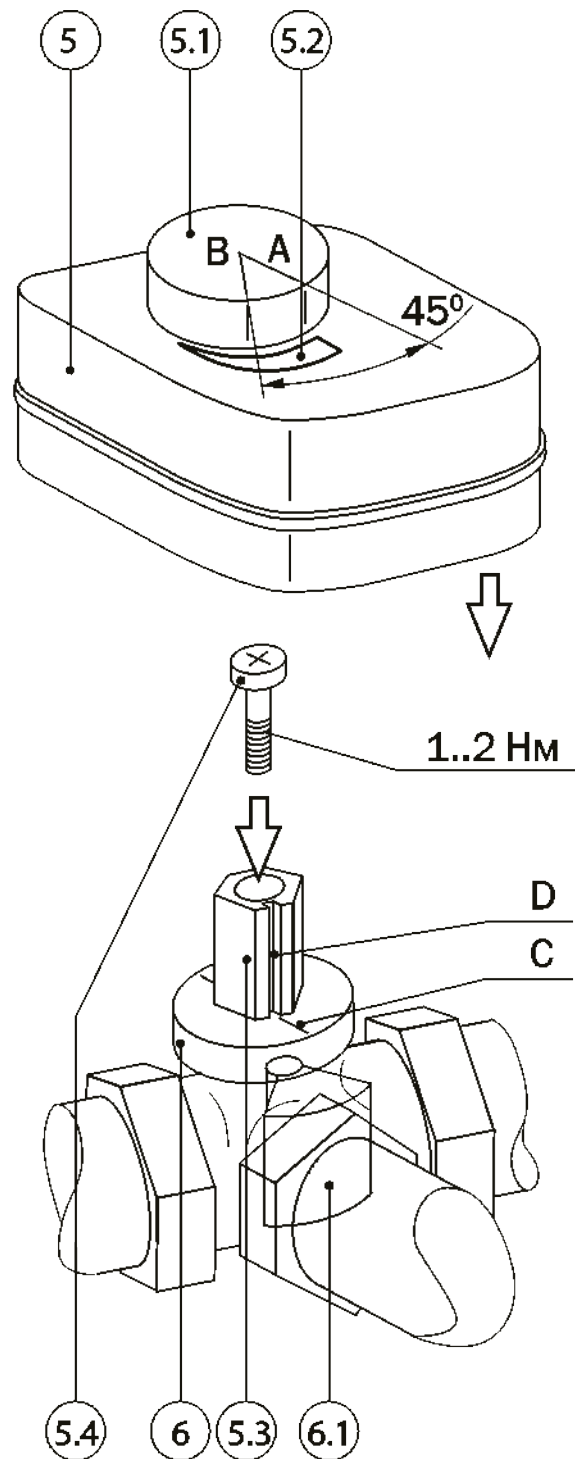

Рисунок 8. Схема проверки установки сервопривода трехходового вентиля:
1. Преодолевая сопротивление фиксатора, вынуть ручку (5.1 на рис. 8) из корпуса привода (5). У привода АРА 559 утопленная ручка поддевается плоской отверткой через специальную выемку в корпусе.
3. Поворотом адаптера выставить положение перекрытия ветви подмеса кулачком (6.1) трехходового вентиля (6). При этом прорезь D на адаптере должна совмещаться с риской С на фланце вентиля со стороны ветви подмеса.
5. Надеть корпус привода (5) на адаптер (5.3) до плотной посадки в гнездо фланца вентиля (6), не сдвигая ручки (5.1), и зафиксировать его винтом (5.4).
6. Повернуть ручку (5.1), надавливая на нее, до положения В (45° по стрелке на рисунке): ручка должна утопиться в рабочее положение на метке В. При этом кулачок (6.1) займет среднее положение, открыв все каналы вентиля (6) – привод готов к работе.